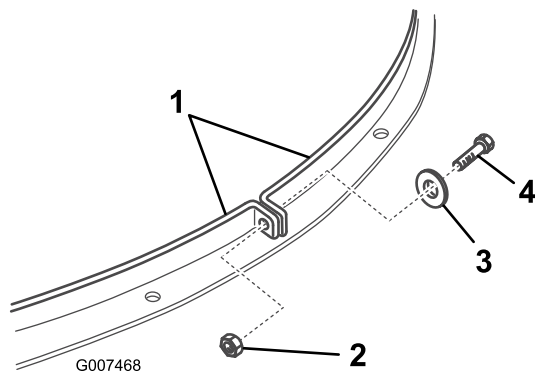

Figura 18
10. Retire el perno, la arandela y la tuerca que sujetan los dos extremos de la brida (Figura 18).
14. Junte los dos extremos de las bridas alrededor de la tapa del Recycler según muestra la ilustración (Figura 18).
9. Retire el perno, la arandela y la tuerca que sujetan los dos extremos de la brida (Figura 18).
15. Junte los dos extremos de las bridas alrededor del conducto de descarga según muestra la ilustración (Figura 18).
16. Alinee los taladros de los extremos de las bridas y sujételos con el perno, la arandela y la tuerca que retiró anteriormente (Figura 18).